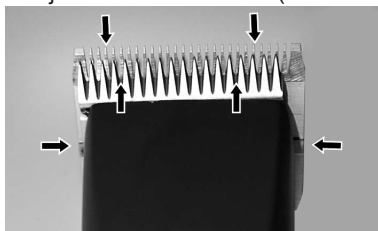

Fig. 13
Une fine couche d'huile sur le peigne supérieur et inférieur est indispensable pour obtenir un bon résultat de tonte et afin d'augmenter la longévité de la tondeuse (Fig. 13).
- ▶ Lubrifiez les peignes suffisamment durant la tonte (au moins toutes 15 minutes), de manière à ce qu'ils ne passent pas à sec (Fig. 13).
Il faut huiler les peignes avant, durant et après chaque usage. Si les peignes laissent des rayures ou se ralentissent, c'est un signe sûr que vous avez besoin de l'huile. Appliquez quelques gouttes de l'huile de l'avant et latéralement des peignes (flèches Fig. 13). Enlevez de l'huile excédentaire avec un chiffon doux et sec. Des aérosols lubrifiants ne contiennent pas assez d'huile pour une bonne lubrification, mais sont appropriés pour la réfrigération des peignes. Changez immédiatement des peignes endommagés ou crénelés afin d'éviter des blessures.